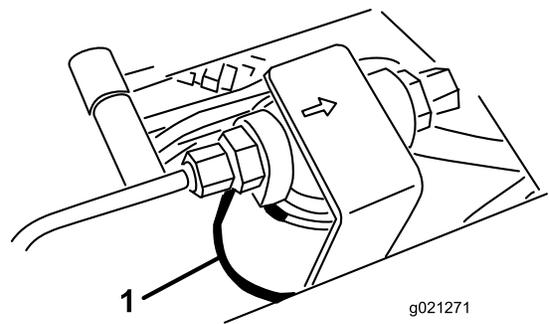
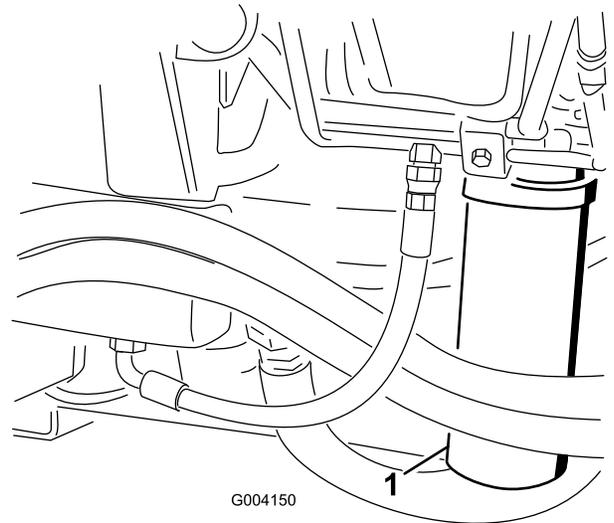

Figure 101
Figure 102
2. Nettoyez la surface autour de la zone de montage du filtre et placez un bac de vidange sous le filtre (Figure 101) et (Figure 102).